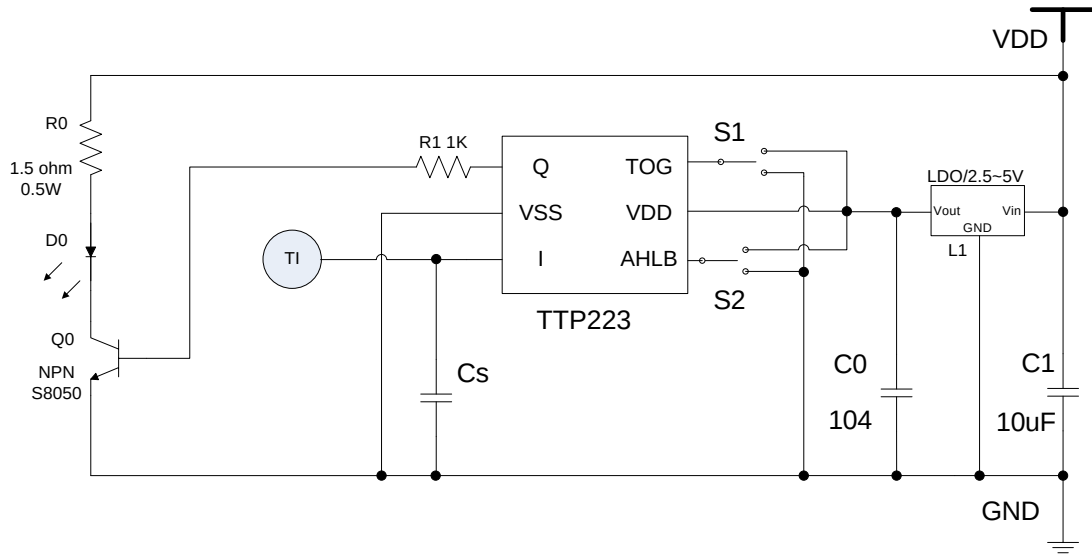

图3、使用电池或稳压源供电时的LED灯光控制应用电路
5. 图3中外部LDO是否增加视具体情况而定。如果电源纹波超过了IC内部LDO的抗纹波范围，则需另加外部LDO，否则会引起灵敏度漂移或触摸芯片检测错误，发生误动作或死机。如突然加载大电流负载、锂电池和外置充电器交叉使用，高频次的开启/关闭LED 显示时都需注意电源的稳定性。